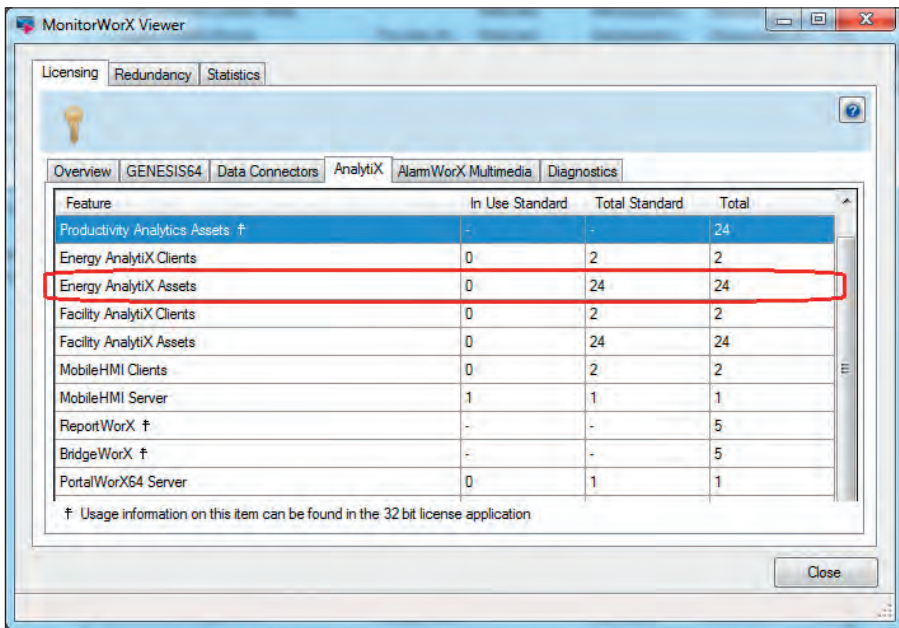

Рис. 5. Лицензия Energy AnalytiX в Компоненте просмотра MonitorWorX
6. После запуска службы Energy AnalytiX убедитесь, что у вас есть соответствующая лицензия (рис. 5) на количество включённых счётчиков. Вы можете проверить это, открыв *Компонент просмотра MonitorWorX* и выбрав вкладку *AnalytiX*.